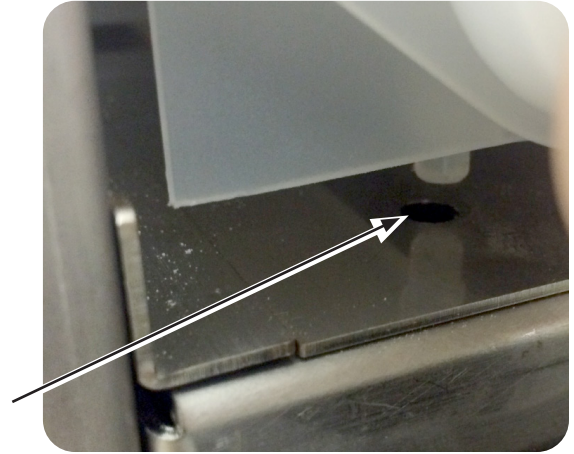

Figure 1
2. Enlevez les trémies à poudre en soulevant l'avant de la trémie jusqu'à ce que la cheville du bas de la trémie sorte du trou de la plaque de fixation (voir la Figure 1). Tirez alors vers l'avant sur la trémie pour la dégager.